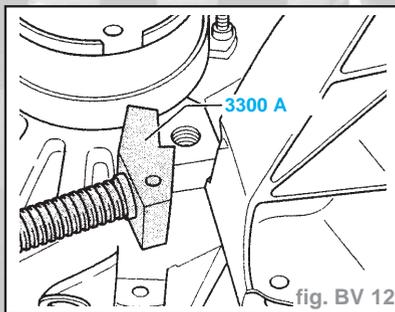

fig. BV 12
- Déposer une vis d'assemblage inférieure pour moteur/BV afin de pouvoir placer le dispositif d'appui **3300 A** (fig. BV 12).
- Le dispositif d'appui **3300 A** doit être placé sur l'oeillet de vissage du moteur (fig. BV 12).